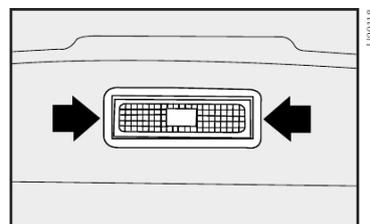

fig. 25
- 1) retire o porta-lâmpadas, com uma chave de fenda atuando nos pontos indicados pelas setas **fig. 25**.